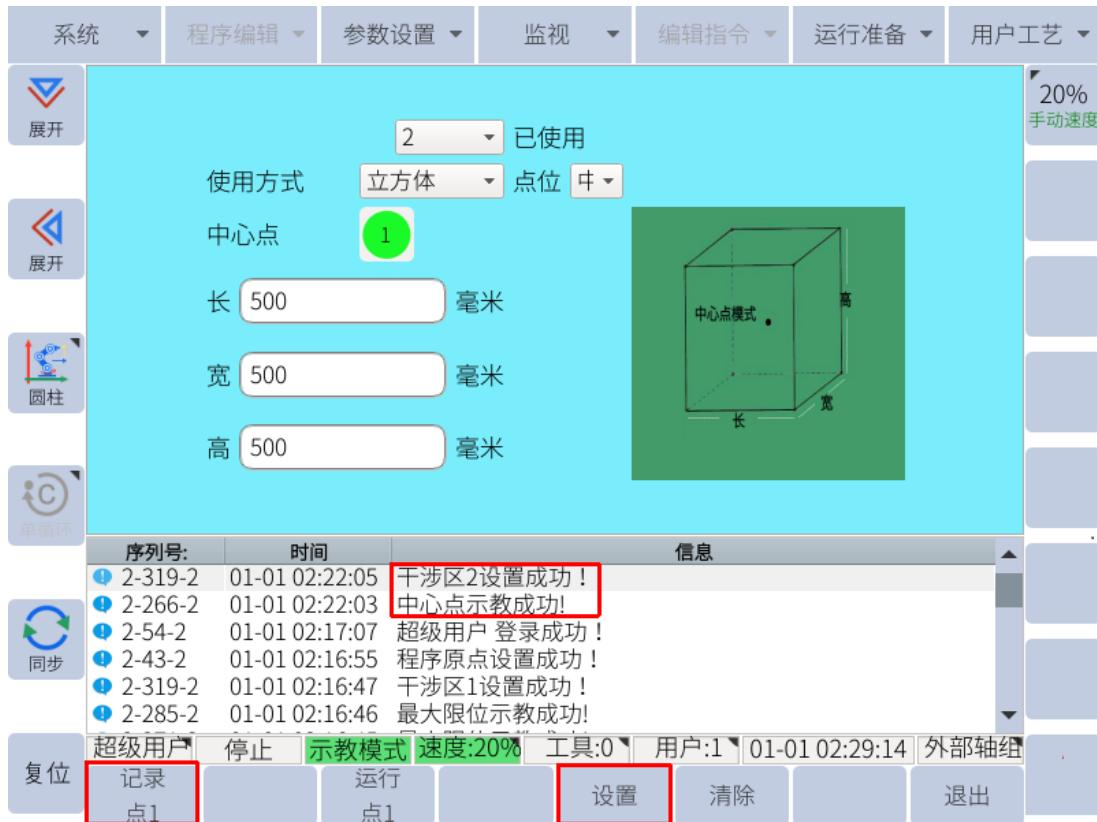

图 6-54：中心点模式
5. 点击子菜单栏的“设置”，干涉区即设置成功，如图 6-54 所示。